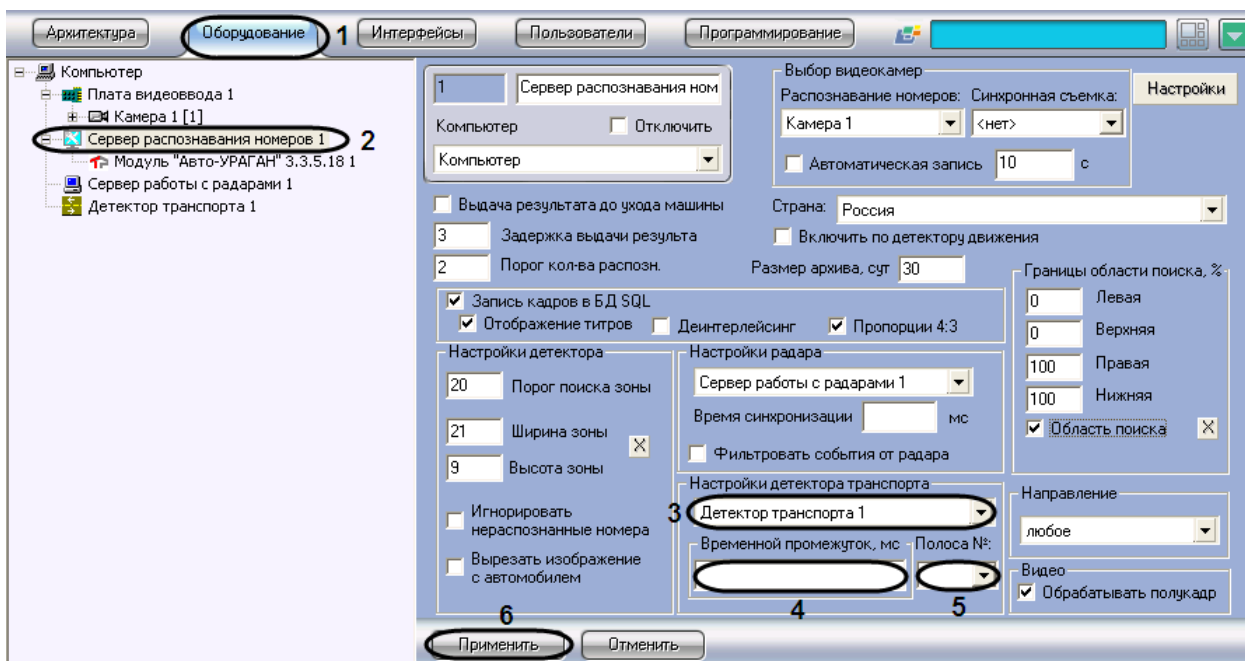

Рис. 7.2—20. Настройка совместной работы Сервера распознавания номеров и программного модуля «Детектор транспорта»
1. В диалоговом окне «Настройка системы» перейти на вкладку «Оборудование» (см. Рис. 7.2—20, 1).
2. В дереве объектов на вкладке «Оборудование» выбрать объект «Сервер распознавания номеров», соответствующий активированному программному модулю «Авто-УРАГАН 3.3.5.18», «CARMEN-паркинг» или «CARMEN-Авто» (см. раздел «Активация программного модуля, используемого для распознавания номеров», Рис. 7.2—20, 2). В правой части вкладки «Оборудование» отобразится панель настройки выбранного объекта.
3. Выбрать объект «Детектор транспорта» из списка доступных детекторов в системе (см. Рис. 7.2—20, 3). В данном списке требуется выбрать объект «Детектор транспорта», который направлен на ту же полосу дорожного движения, что и видеокамера, работающая совместно с Сервером распознавания номеров.
4. Указать время в поле «Временной промежуток, мс», в течение которого автомобиль должен проехать расстояние от участка дороги, где происходит определение параметров транспортного потока программным модулем «Детектор транспорта», до участка дороги, где происходит определение номерного знака транспортного средства Сервером распознавания номеров (см. Рис. 7.2—20, 4). Параметр «Временной промежуток, мс» выражается в миллисекундах.
5. Выбрать полосу дорожного движения из всех полос разметки для программного модуля «Детектора транспорта» (см. раздел «Настройка программного модуля «Детектор транспорта»»), на которую настроена видеокамера Сервера распознавания номеров (см. Рис. 7.2—20, 5).